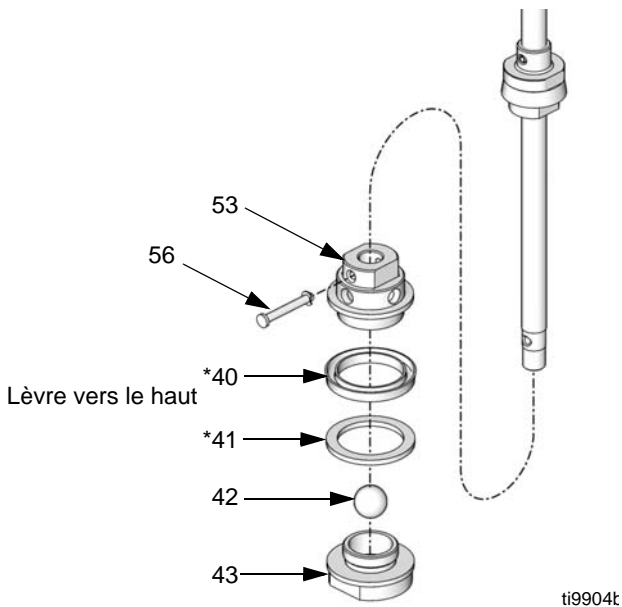

FIG. 20
8. Enlever la goupille (56). Enlever l'ensemble de la vanne de piston. Dévisser la vanne de piston (43) du corps de piston (53). Déposer la bague d'usure (41*), le joint en coupelle (40*) et la bille (42). Vérifier si aucune des pièces n'est endommagée. Voir FIG. 20.